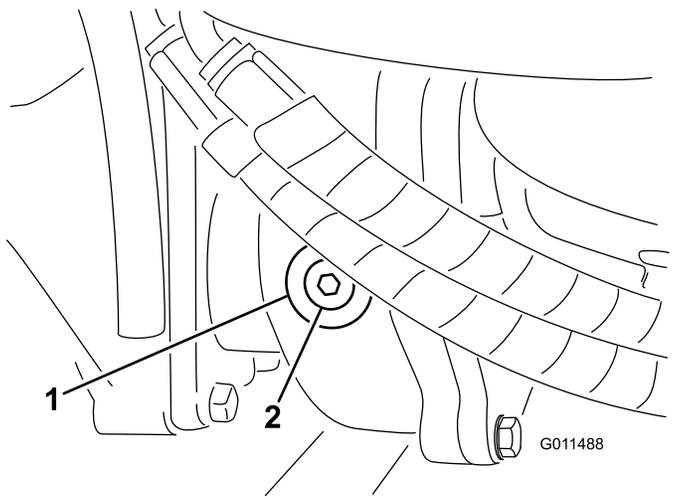

Рисунок 14
2. Снимите пробку заливного/контрольного отверстия с левой стороны редуктора (Рисунок 14) и убедитесь в том, что масло доходит до низа отверстия. Если уровень масла низкий, долейте столько масла, чтобы довести его уровень до низа отверстия.